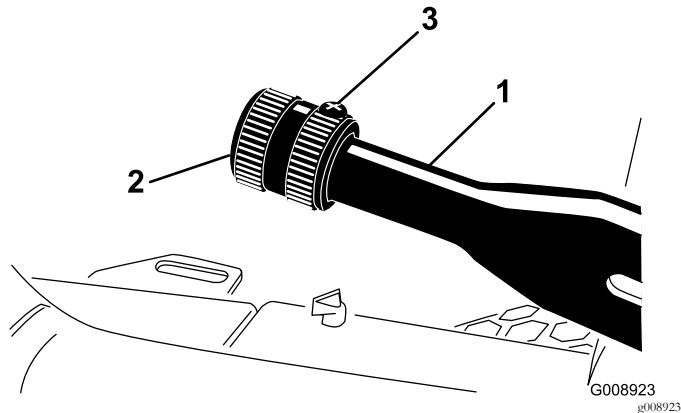

Bild 70
1. Lockern Sie die Stellschraube, mit der das Handrad am Feststellbremshebel befestigt ist (Bild 70).